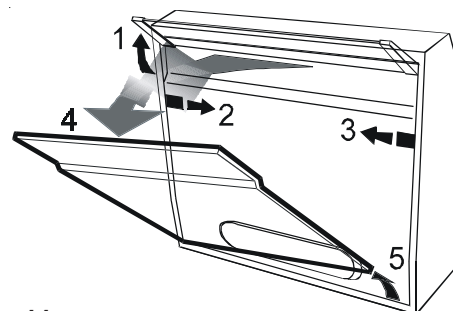

Рис. 11
- Откройте вентиляционную решетку (рис. 11).
- Откройте задвижку и опустите решетку вниз (рис. 11).
- б) Снимите вентиляционную решетку (рис. 11).
- в) Выдвиньте штырек (1).
- г) Поверните фильтр против часовой стрелки (2).